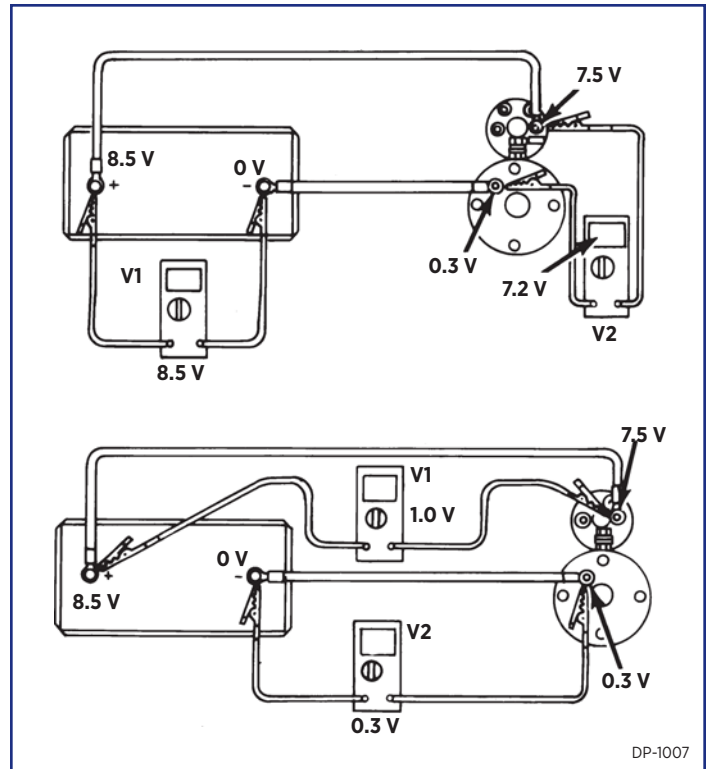

图 1-2.有电流情况下电压表的读数
2. 图1-2显示为有电流时电压表的状态（启动器牵引电流为500安培）。
V1读数（见图1-2）表示500安电流流经正极电缆时，该电缆中有1.0伏的电压降。必须有电流才能产生电压降。V2读数（见图1-2）为0.3伏，表示500安电流流经负极电缆时，负极电缆中有0.3伏的电压降。